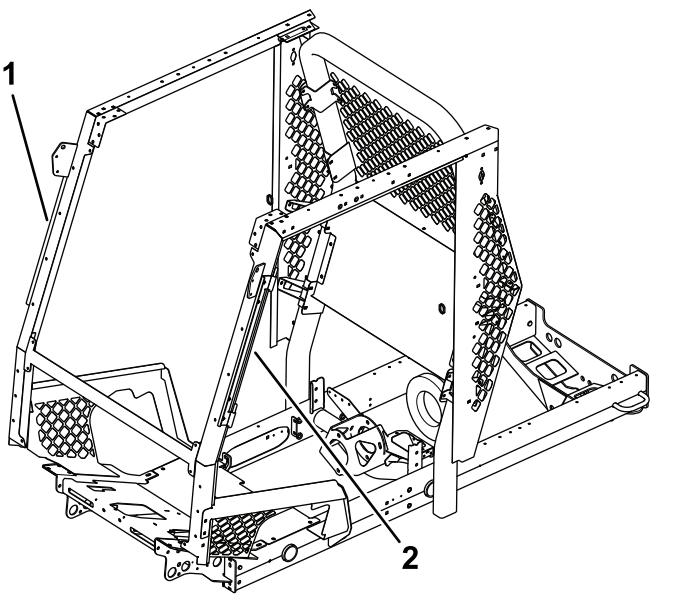
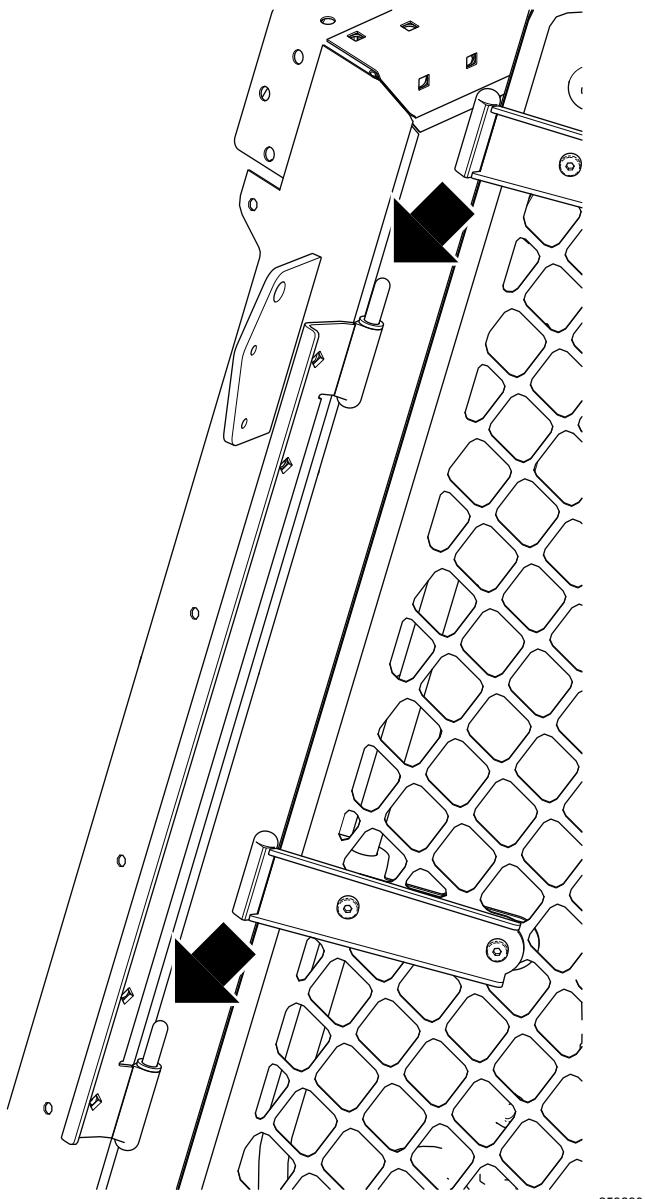

Figura 4
Figura 6
7. Utilize parafusos de cabeça de tremoço (5/16 pol. x 3/4 pol.) e porcas flangeadas (5/16 pol.) para instalar o conjunto de montagem da porta esquerda e o conjunto de montagem da porta direita (Figura 4 e Figura 6).
9. Instale cada porta deslizando as dobradiças para os pinos da dobradiça (Figura 6).